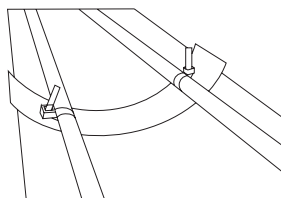

Fig 2. Suport atașat la jgheab
8. Toate legăturile de cablu trebuie să fie strânse, ca în fig 2.